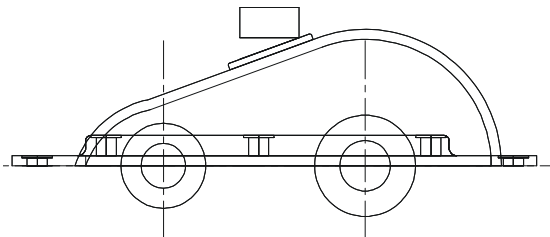

图 12-1-25
STEP 03 在主视图中用多段线绘制一个封闭的线框，然后把移动到箱盖轮廓观察孔附近，用拉伸工具进行拉伸距离 60，如图 12-1-25 所示。